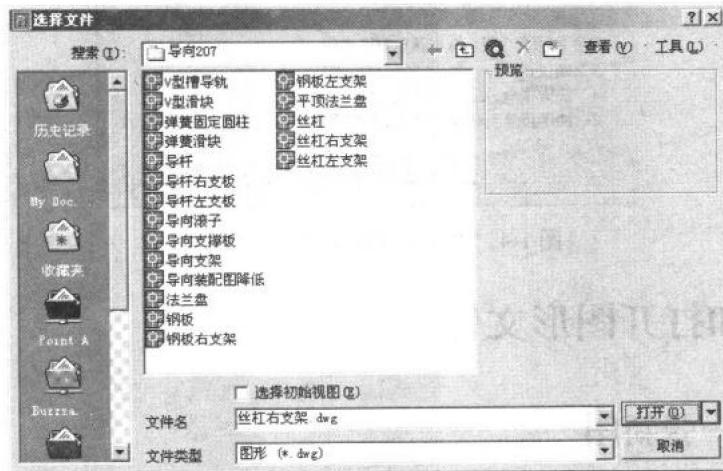
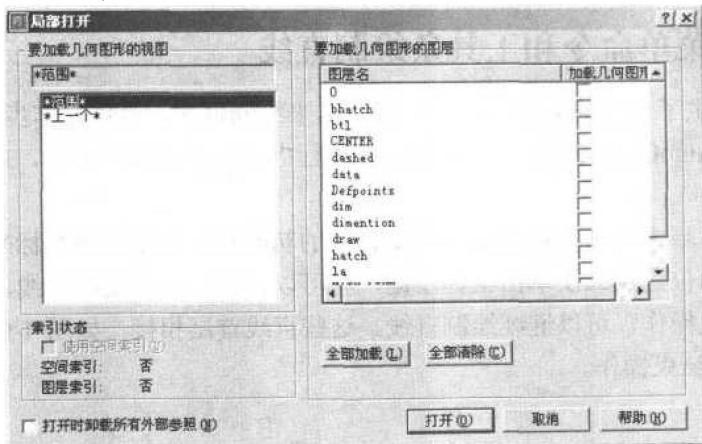

图 1-6 “选择文件”对话框
图 1-7 “局部打开”对话框
(1) 执行“文件 / 打开”命令，得到如图 1-6 所示的“选择文件”对话框。
可以在一个 AutoCAD 窗口中打开多个图形文件而不会导致系统的性能下降。在图 1-6 所示的对话框中，使用 Shift 或者 Ctrl 键配合鼠标左键就可以选中多个图形文件，然后单击“打开”按钮即可，这样可以节省打开文件的时间。
(1) 在图 1-6 的对话框中，单击“打开”按钮旁边的箭头，展开一个下拉列表。选择其中的“局部打开”选项，得到一个“局部打开”对话框，如图 1-7 所示。